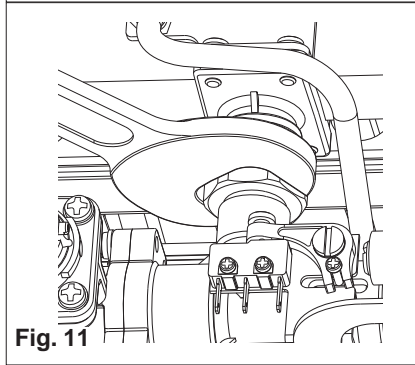

Fig. 11
- Svitare il dado di fissaggio del bruciatore (fig. 11)